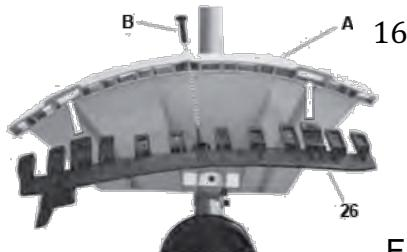

Fig.3-3
1. Al utilizar el cabezal de la línea de corte, siempre se debe colocar el protector adicional, con la cuchilla de corte de línea. (Fig.3-3,Fig.3-4)
- Fije el protector adicional (26) con el tornillo (B). (Fig.3-3)